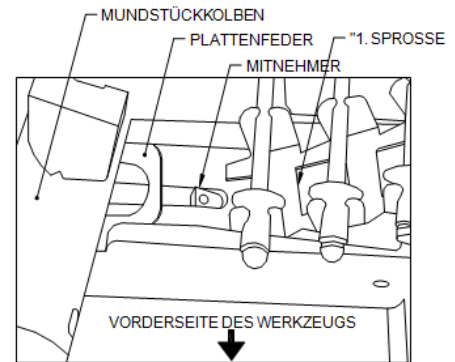

ABBILDUNG 5: EINLEGEN DES NIETENBANDS
4. Legen Sie die Vorderkante des Nietensbands unter die Plattenfeder, so dass die 1. "Sprosse" des Bands über den Mitnehmer reicht (Abb. 5). Achten Sie darauf, dass Sie keine Niete aus dem Band drücken.